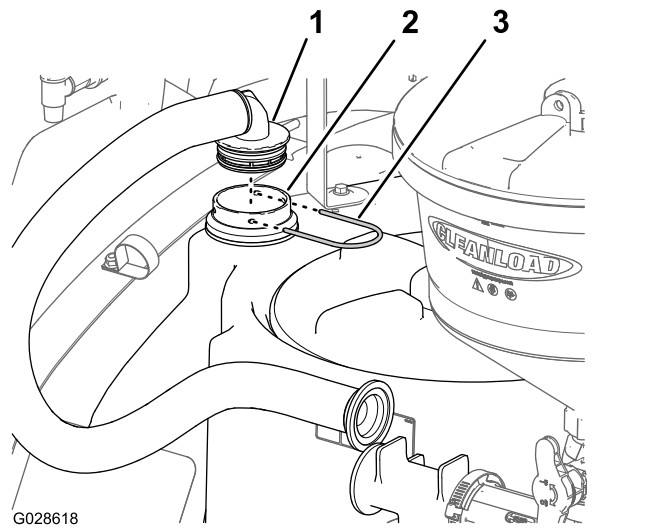

图 23
2. 用卡环固定 90°接头隔板接头 图 23。
1. 将药缸软管的 90°宝塔接头插入到您在 安装隔板接头 (页码 10) 的步骤 2 中安装的隔板接头 图 23 中。